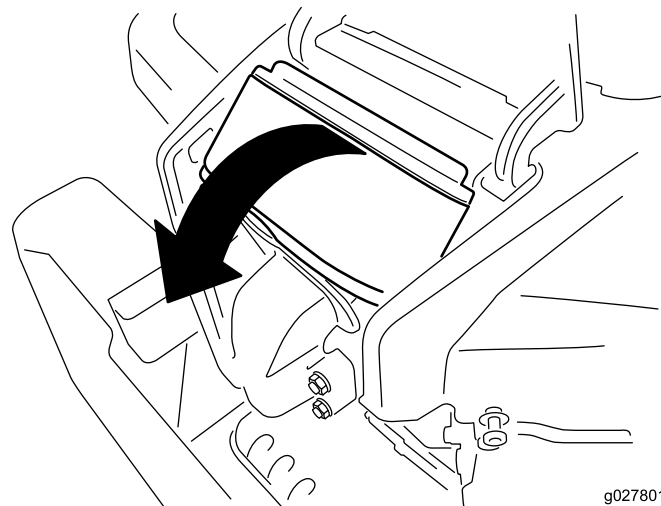

Bild 41
4. Heben Sie die Abdeckung an und drehen den Luftfilter aus dem Motor (Bild 41).